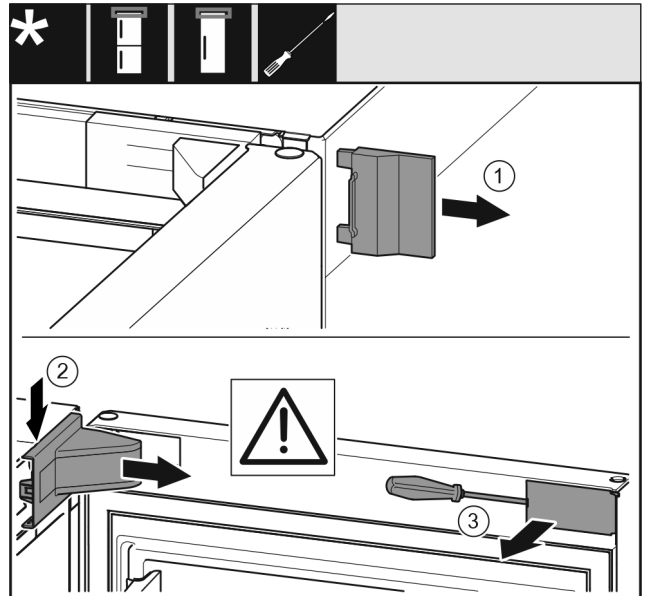

Fig. 6
- Snemite zunanji pokrov. Fig. 6 (1)
- Snemite in odstranite pokrov ležajnega podstavka. Snemite pokrov ležajnega podstavka. Fig. 6 (2)
- S ploščatim izvijačem staknite zaslonko in jo obrnite k strani. Fig. 6 (3)